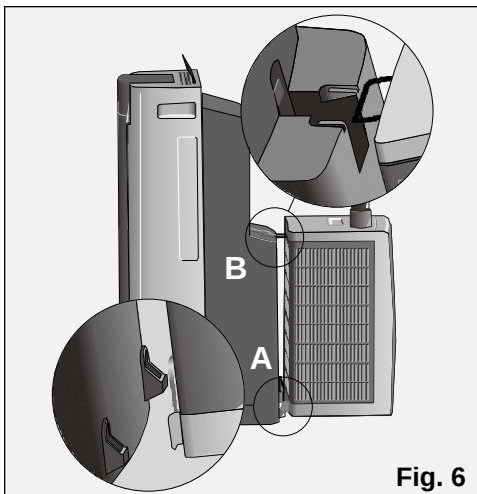

Fig. 6
- ❑ Para transportar todo o equipamento com mais facilidade, pendure a unidade exterior na unidade interior, tal como se indica na **Fig. 6**. Para isso deverá introduzir em primeiro lugar as saliências inferiores (**A**) e em segundo lugar a vareta superior (**B**) da unidade exterior, na unidade interior.